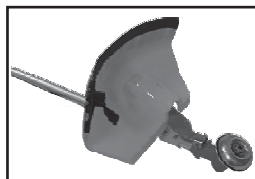

рис. 3
6.2.1 Расположите защитный кожух над штангой гибкого вала как показано на рис.3